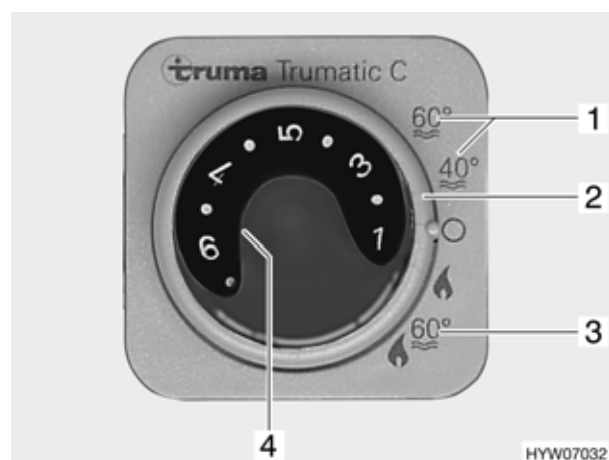

Bild 113 Bedieneinheit für Heizung/Boiler
Der Boiler ist in der Heizung integriert und wird mit Gas betrieben. Der Boiler wird an der Bedieneinheit (Bild 113) mit dem Drehschalter (Bild 113,2) eingeschaltet.
Bei Winterbetrieb "Heizung und Boiler" (Bild 113,3) wird beim Einschalten der Heizung automatisch auch das Wasser im Boiler erhitzt. Schaltet die Heizung bei Erreichen der gewünschten Raumtemperatur ab, so heizt der Boiler weiter, bis die Wassertemperatur erreicht ist.
Bei Sommerbetrieb (Bild 113,1) wird nur das Wasser im Boiler auf 40 °C oder 60 °C erhitzt. Das Wasser wird in ca. 1 Stunde auf 60 °C erhitzt. Die gelbe Kontroll-Leuchte (Bild 113,4) leuchtet während der Aufheizphase des Boilers.
- An der Bedieneinheit (Bild 113) Drehschalter (Bild 113,2) auf "Sommerbetrieb" (Bild 113,1) stellen.
Gelbe Kontroll-Leuchte (Bild 113,4) leuchtet während der Aufheizphase. Bei Erreichen der eingestellten Wassertemperatur ist die Aufheizphase beendet und die gelbe Kontroll-Leuchte erlischt.
- An der Bedieneinheit (Bild 113) Drehschalter (Bild 113,2) auf "Aus" stellen.